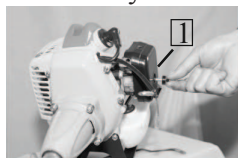

рис. 8
8.2.1 Открутите фиксирующий винт крышки воздушного фильтра (рис. 8).
8.2.2 Снимите крышку воздушного фильтра 1 (рис. 8), аккуратно потянув её на себя. Извлеките поролоновый воздушный фильтр 2 (рис. 8).